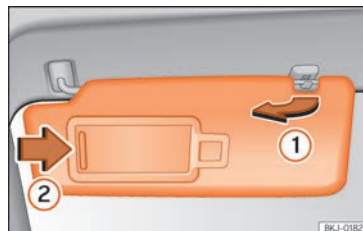

Fig. 147 Pare-soleil du côté du conducteur.
- Le pare-soleil peut être retiré du support et rabattu contre la porte »» **fig. 147** .